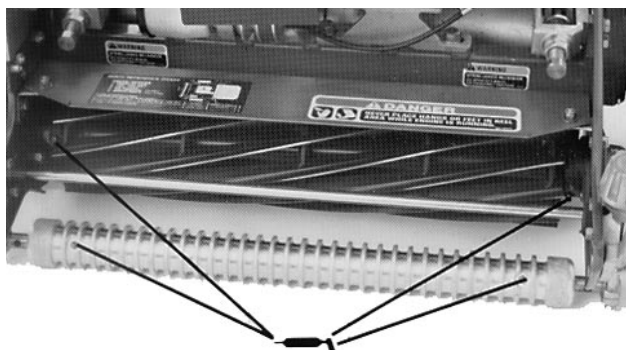
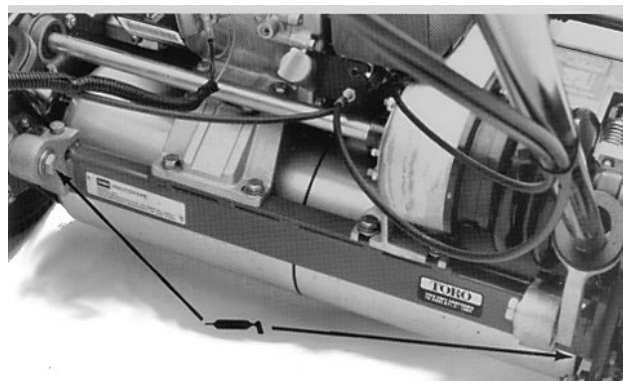
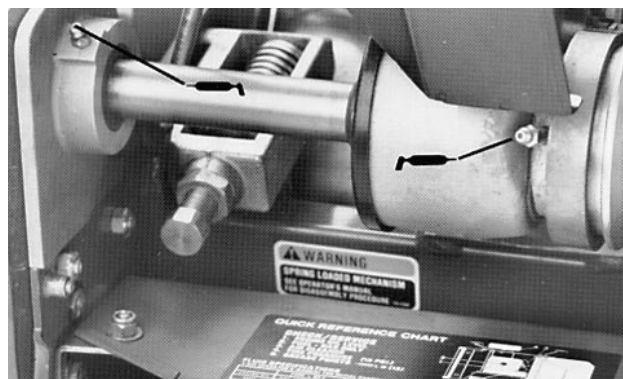
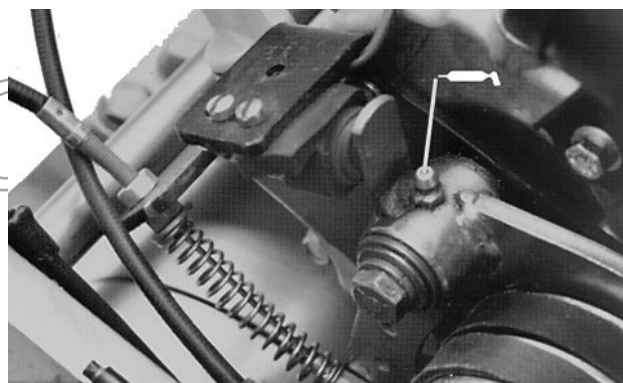

Bild 16
Bild 17
Bild 18
Bild 19
2. Die Schmiernippel befinden sich an den folgenden Stellen: (2) an der vorderen Rolle (Bild 16), (2) an den Spindellagern (Bild 16), (2) an den Achsen der Antriebswalze (Bild 17), (3) am Differential (Bild 17), (2) an den Lagern der Spindelgegenwelle (Bild 18) und (1) am Riemenmitläufergelenk (Bild 19).